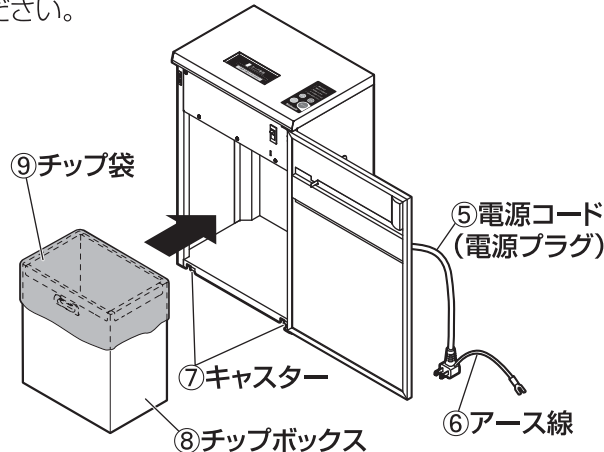

図5 チップボックスのセット
2. チップボックス⑧にチップ袋⑨をセットし、本体の奥に当たるまで押し入れてください。
- !!** ●チップ袋⑨は、チップボックス⑧の内側に密着するようにセットしてください。密着が不十分な場合、満杯センサーの誤作動や細断チップが飛散する原因になります。 図5 参照
3. 電源コード⑤の電源プラグを、電源コンセントに差し込んでください。アース線⑥をアース端子に接続してください。